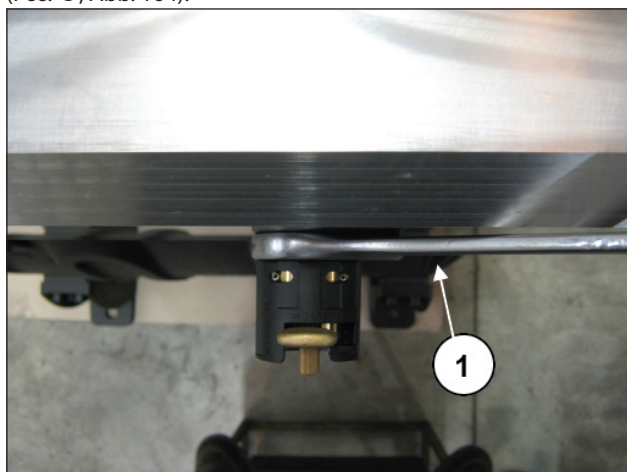

Abb. 164
Drehen Sie den Ventilöffner mit einem 30 mm Schlüssel ab (Pos. ①, Abb. 164).